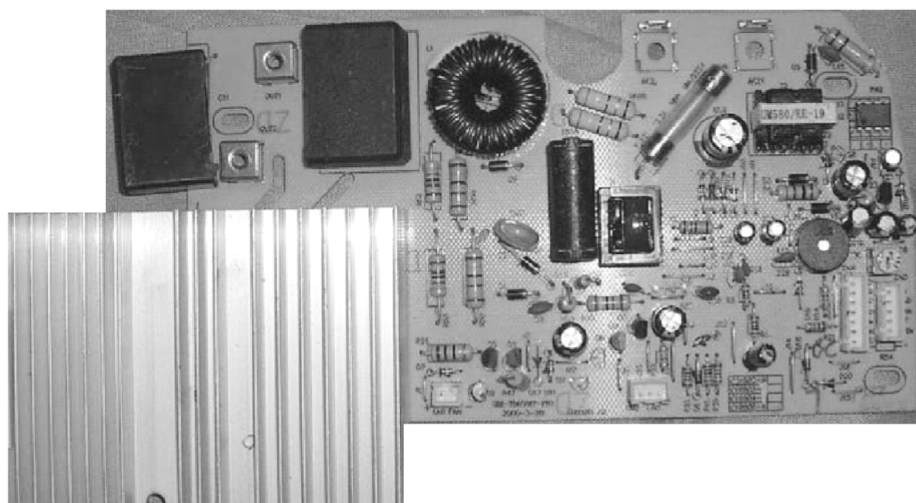

图 4-125 苏泊尔品牌 C21S02-A 型电磁炉主板实物
**维修笔记** 当 R50、R51、R53、R55 电阻值均大于 470kΩ 时, 则会出现不加热故障。苏泊尔品牌 C21S02-A 型电磁炉主板实物如图 4-125 所示。